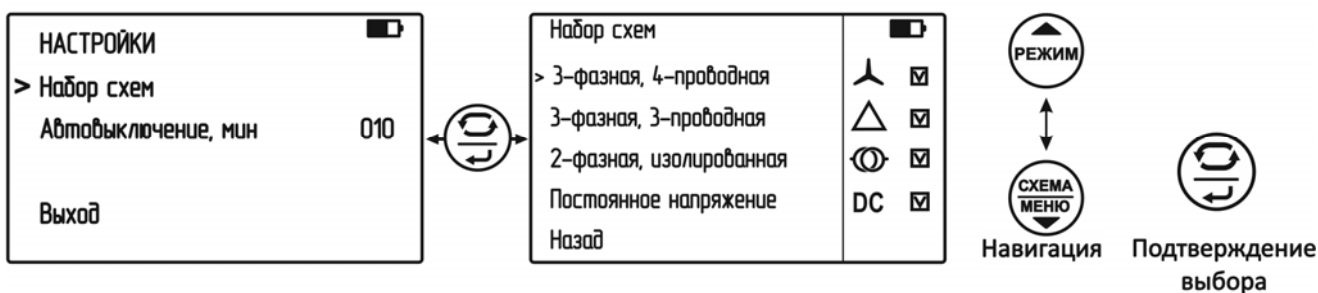

Рисунок 2.1 – Настройка доступных схем измерения
- настроить набор доступных схемы измерений, см. рис. 2.1;